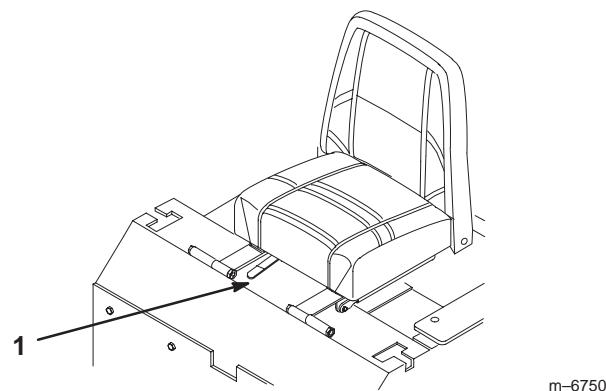

Figure 24
- Écartez le levier de réglage pour débloquer le siège (Fig. 24).